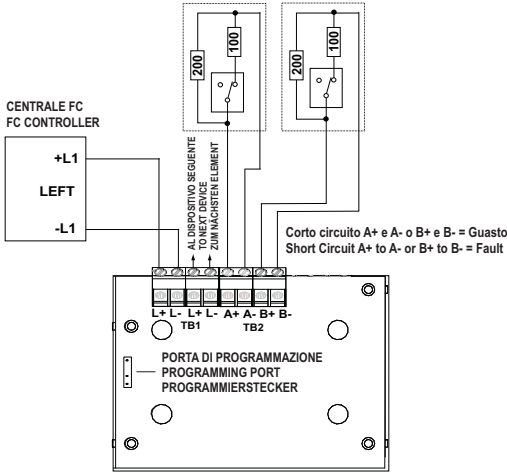
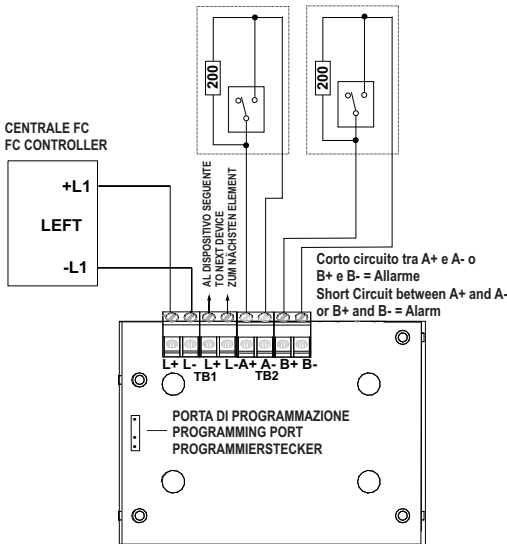

FIG. 4 Circuito SPUR (Classe B) Contatti normalmente chiusi.
FIG. 6 Circuito SPUR (Class B) Contatti normalmente aperti
- 5) Collegare i contatti controllati. Per lo schema di collegamento del FC410CIM vedere Fig.4 - Fig.6.
☞ Vedere Fig.4.
☞ Vedere Fig. 6